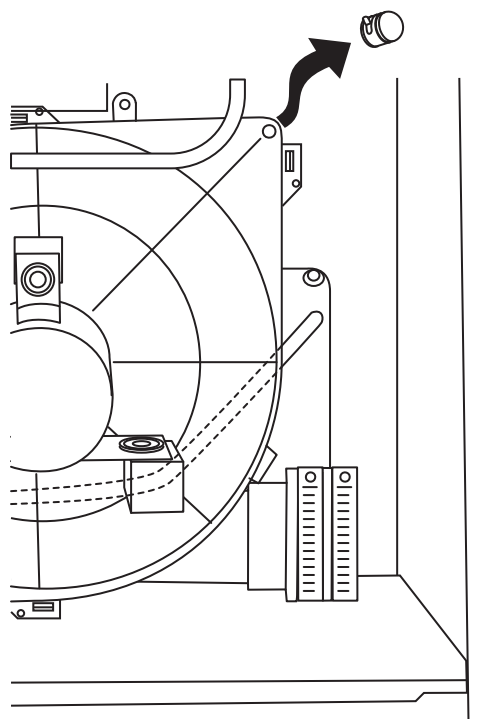

Fig. 38 - Capuchon du raccord de vidange
4. Enlever le capuchon du raccord de vidange du carter de l'inducer supérieur. Voir fig. 38.